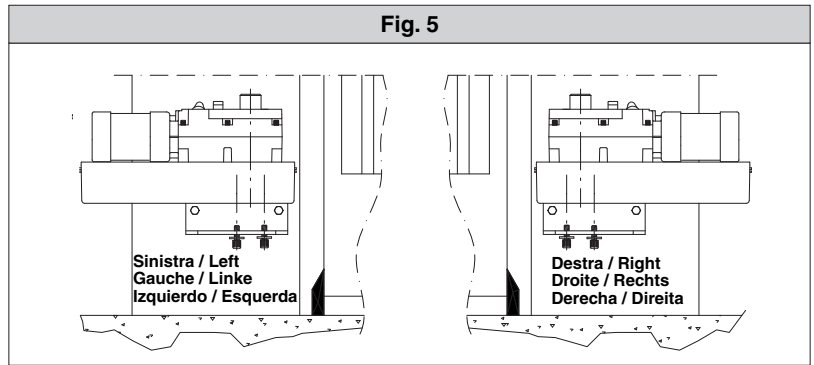

Fig. 6
- Assemblare il braccio a leve come in fig.6.